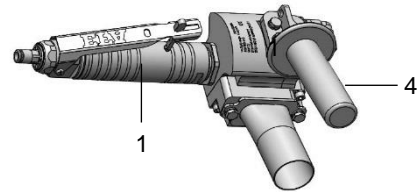

Abb. 6.1 – Schalter betätigen
- 1) Gerät an den Handgriffen (1 und 4) sicher halten. s. *Abb. 6.1*.